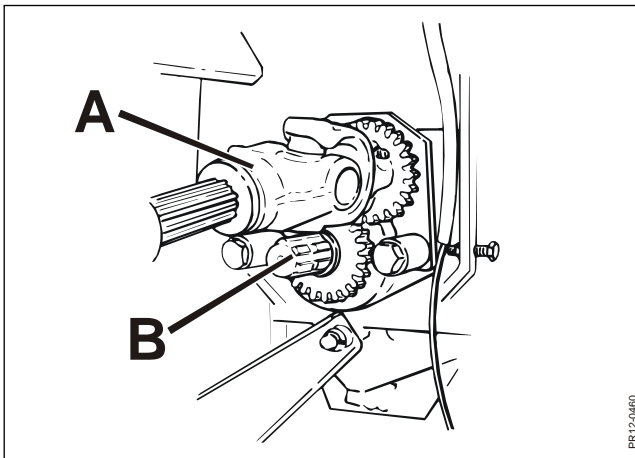

Fig. 5-6
- Fig. 5-6** 2) Mueva el eje de la TDF **A** del rotor al pasador alternativo en la **pos. 1**, donde las ruedas
- Fig. 5-6** 4) Después de la inversión, desconecte la toma de fuerza de nuevo y, **cuando se haya detenido por completo la alimentación**, extraiga cualquier residuo y mueva el eje de la TDF **A** para que el rotor regrese al pasador **B** y vuelva a funcionar.